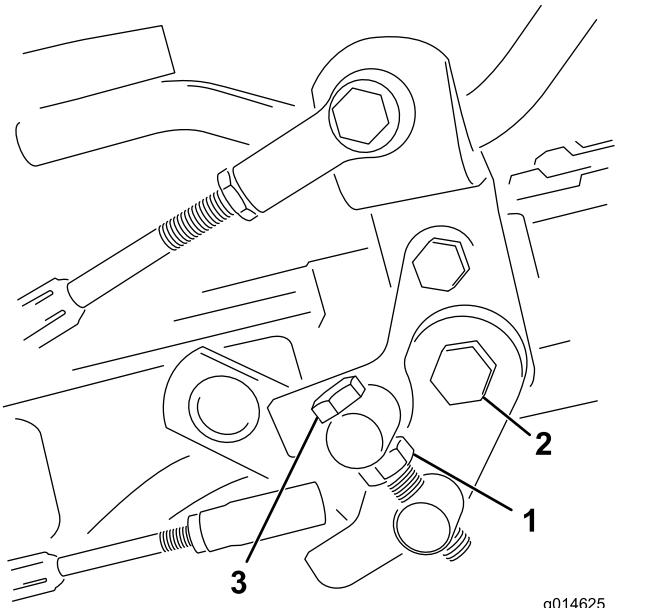

Bild 37
1. Lösen Sie die Klemmmutter an der Drehzapfenkopfschraube (Bild 37).
| 4. Ziehen Sie die Klemmmutter an der Drehzapfenkopfschraube und die Mutter am Pedalgelenk fest, um die Einstellung zu arretieren (Bild 37). Prüfen Sie die Einstellung und nehmen Sie ggf. eine weitere Einstellung vor. |                           |